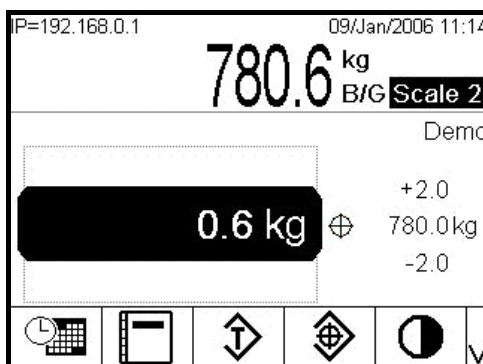
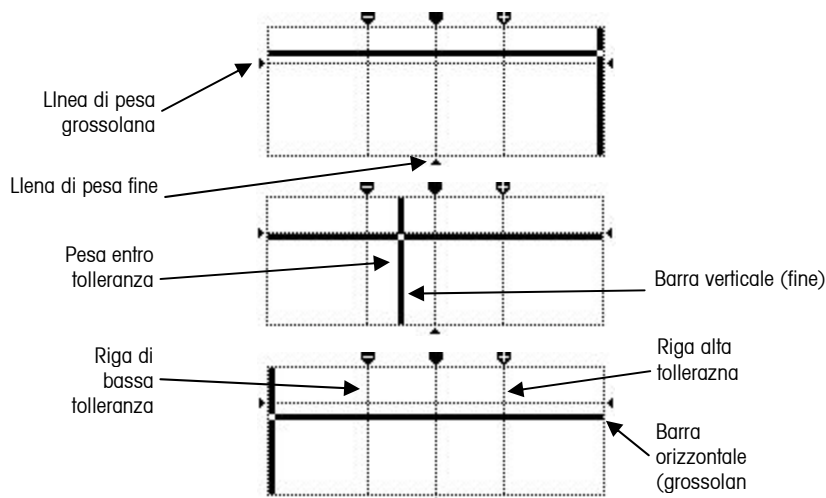

Figura 2-24: Esempio della visualizzazione Superiore/Inferiore
Figura 2-28: Visualizzazione SmartTrac del mirino, fuori target
La visualizzazione di SmartTrac Superiore/Inferiore può essere effettuata in dimensioni medie o piccole. Se il tipo di tolleranza della Tabelle target è la deviazione del target o % rispetto alil target stesso, sono mostrati il valore target e il valore della deviazione da esso, insieme con un grafico che indicala direzione della variazione (Figura 2-24 e 2-25). Se il tipo di tolleranza della Tabelle target è il valore peso, compare solo la visualizzazione grafica e indica se il valore corrente è sopra, sotto o all'interno dell'intervallo di accettabilità (Figura 2-28). In ogni caso, un ovale nero indica che il peso attuale si trova all'interno dell'intervallo accettabile.
La Figura 2-28 mostra le visualizzazioni di tre mirini. Dall'alto al basso, si trovano al di sopra della tolleranza superiore; entro l'intervallo di tolleranza ma al di sotto del target; e al di sotto della tolleranza inferiore. La barra orizzontale di sposta verticalmente quando il peso misurato si avvicina all'intervallo di tolleranza, dando un'indicazione approssimativa della relazione tra il peso attuale e il peso target. La barra verticale comincia a spostarsi quando il peso misurato si avvicina alla linea inferiore di tolleranza, dando un'indicazione approssimativa della relazione tra il peso attuale e il peso target. L'intersezione di queste barre indica il peso attuale.
1. Premere il soffkey REPORT  . Compare la schermata Reports Run (Esecuzione Report) (Figura 2-28).